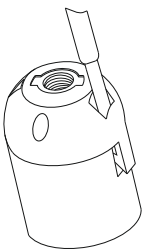

Рисунок 27
- снять донышко с корпуса патрона. Для этого вставить плоскую отвёртку в прямоугольный паз до упора (рисунок 27) и аккуратно надавить наружу, чтобы отщёлкнуть один фиксатор. После этого, придерживая первый фиксатор, аналогично надавить на второй фиксатор;